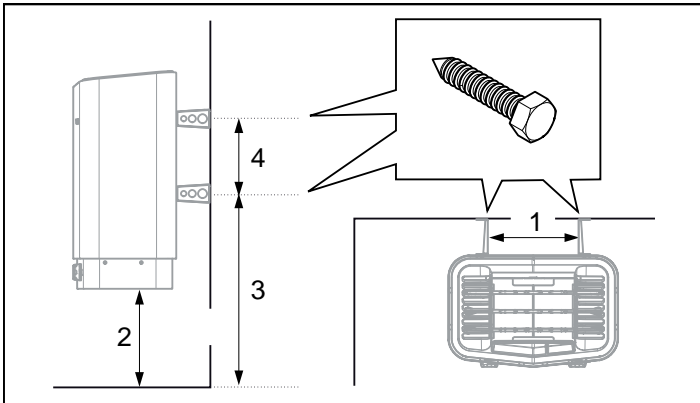

Abb. 10: Bemessung
- Positionieren Sie die Schrauben der Halterung, siehe Abb. 10.